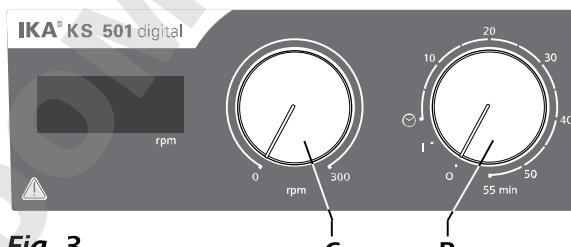

Fig. 3
- ⇒ Zariadenie sa zapína otočením gombíka „**Zap/Vyp**“ a „**Časovač**“ (**B**, pozri Fig. 3) v smere hodinových ručičiek do polohy „**1**“.
- ⇒ Regulačným gombíkom „**Otáčky**“ (**C**, pozri Fig. 3) nastavte otáčky motora. Rozsah nastavenia otáčok motora je 0 až 300 rpm.